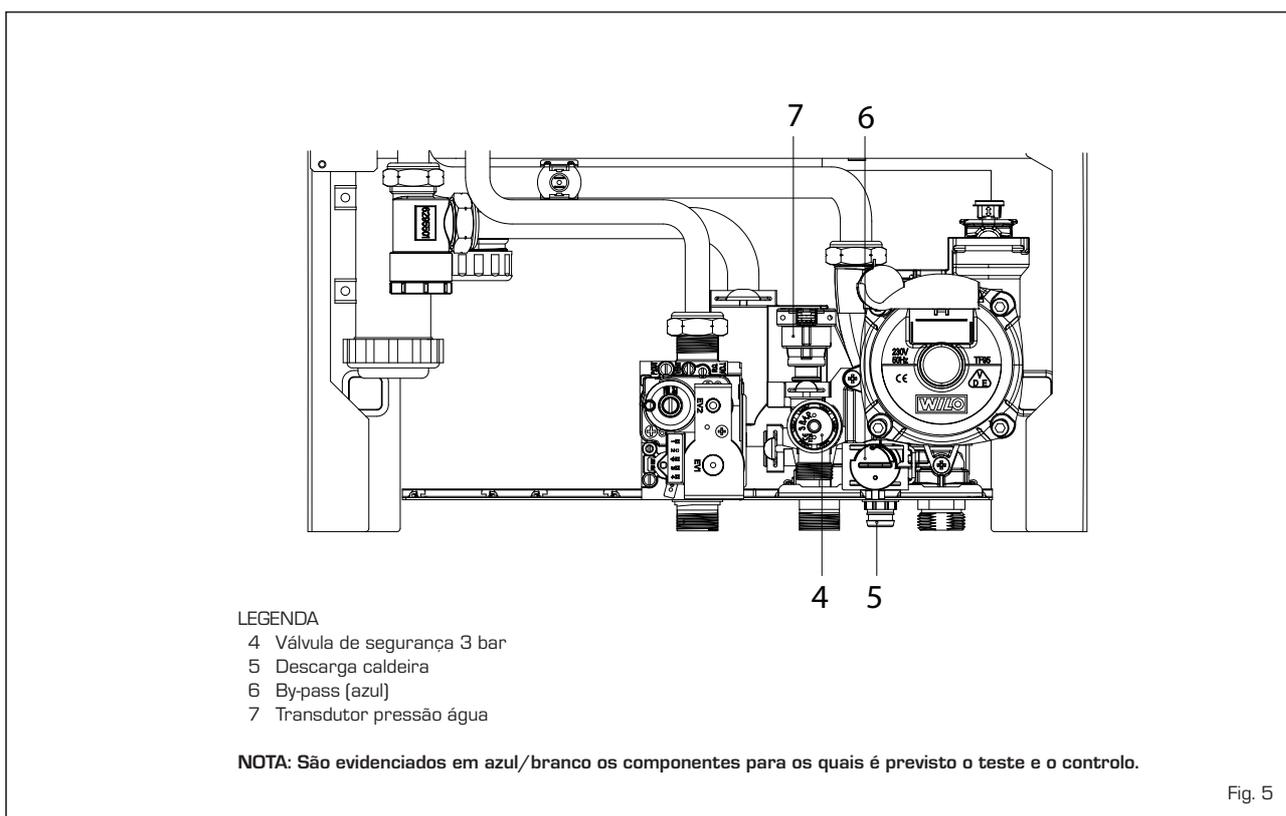

Fig. 5
2.3 FASE INICIAL DE ENCHIMENTO DO APARELHO (fig. 5)
Para esvaziar a instalação desligar a caldeira e agir na válvula de purga (5 fig. 5).